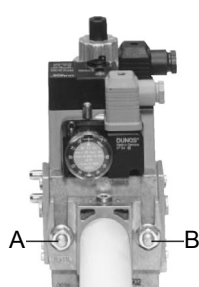
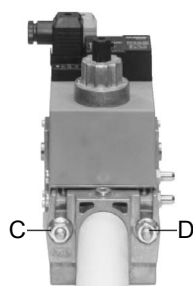
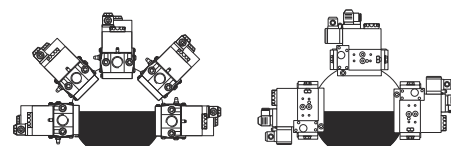

Fig. 5
Fig. 6
Fig. 8
3. stringere le viti A, B, C e D (Fig. 5 - Fig. 6), rispettando le posizioni di montaggio (Fig. 8);
ATTENZIONE: una volta montata la rampa secondo lo schema riportato in Fig. 5, deve essere effettuata la prova di tenuta del circuito gas, secondo le modalità previste dalla normativa vigente.